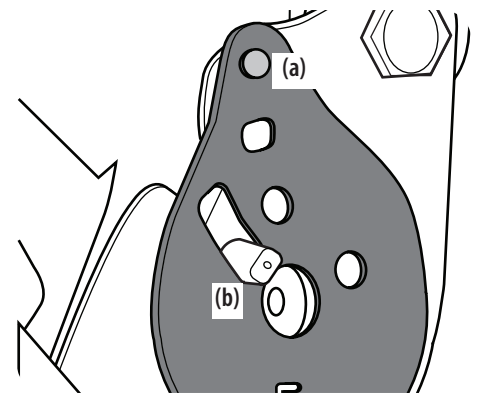

Figure 2-11
6. Relevez le dossier du siège. Replacez la plaque de réglage et insérez le goujon (a) et la goupille (b) dans la plaque de réglage comme indiqué à la Figure 2-11.